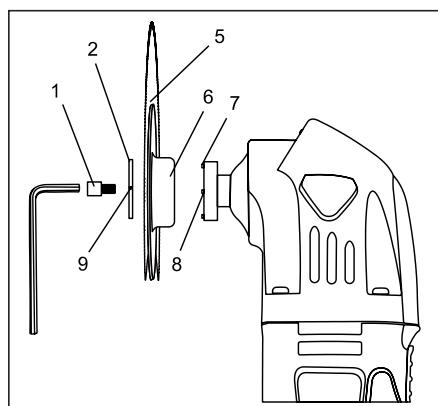

Fig. 2
**2.** Puneți lama ( 5 ) al suportului accesoriu ( Fig. 2 ).